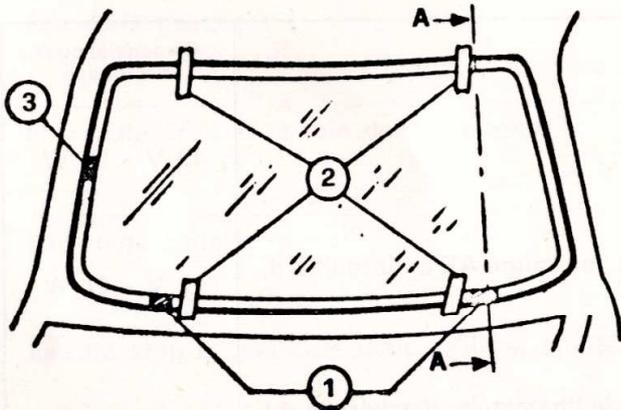

Fig. 87 - Positionnement de la glace
- Appliquer la glace dans son siège, en intercalant des cales d'épaisseur en caoutchouc (Réf. 1 et 3, fig. 87) ayant des dimensions à même de donner un jeu égal tout le long du pourtour.
- Placer, comme point de repère, des bouts de ruban adhésif aux endroits indiqués dans la fig. 87 puis les couper à fleur de la glace.